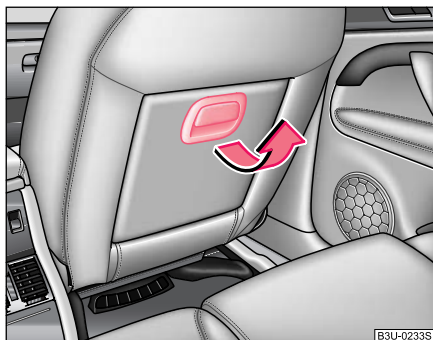

Fig. 56 Scaunul pasagerului din dreapta: interiorul rabatabil al spătarului
- Trageți mânerul în direcția ⇒ Fig. 56 săgeții și rabatați interiorul spătarului în jos.